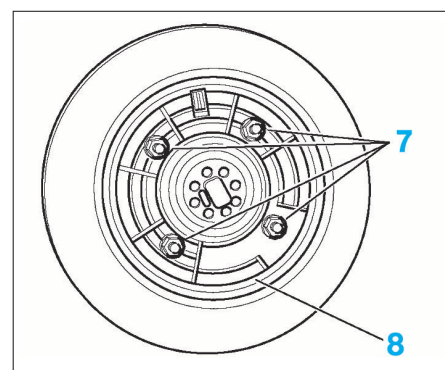

FIG. 27
- Déposer les vis (7) en cas d'échange du servofrein (Fig.27).
- Déposer la plaque (8).